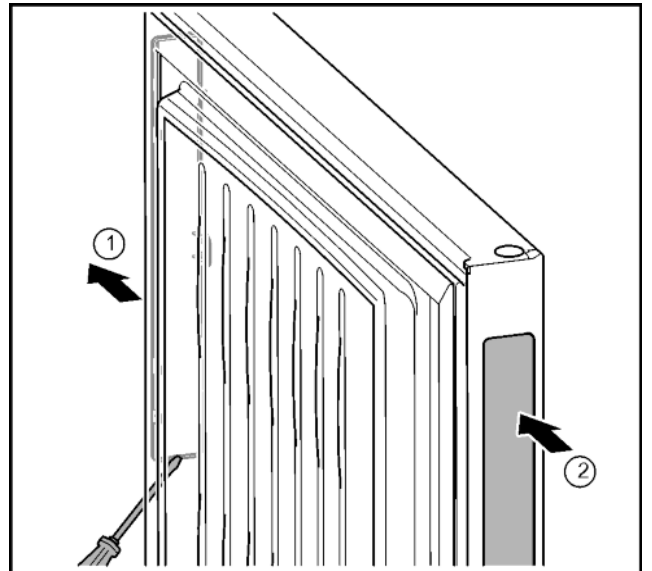

Fig. 33
- ▶ Abdeckung Türöffnungshilfe auf der Gegenseite mit Schlitzschraubendreher abnehmen. Fig. 33 (1)
- ▶ In der freigewordenen Öffnung einsetzen. Fig. 33 (2)